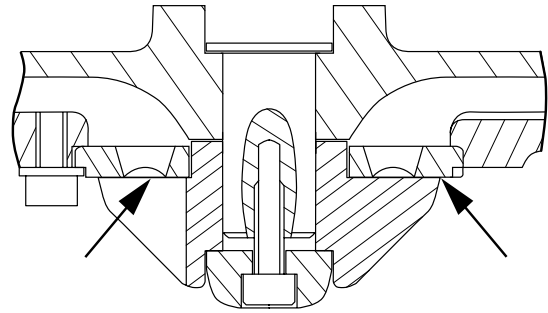

Figura 6: Ubicación para la medición del espacio libre de corte.
5. Usando un calibrador de comprobación, mida el espacio libre de corte entre el rotor cortador y la placa cortadora. Consulte la Figura 6.